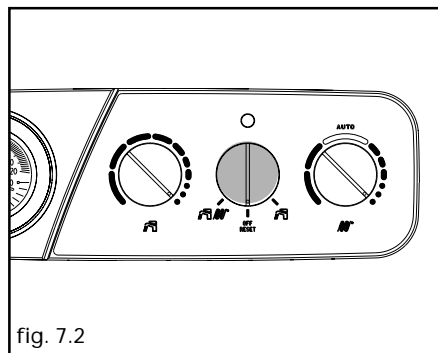
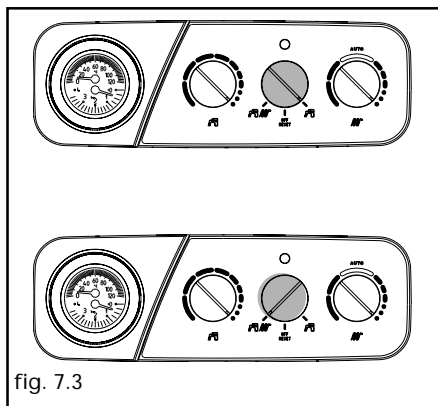

fig. 7.2
fig. 7.3
Per riattivare il funzionamento posizionare il selettore di funzione su off-reset (fig. 7.2) e riportarlo quindi nella posizione desiderata: estate o inverno (fig. 7.3).
- Posizionare il selettore di funzione su off-reset (fig. 7.2) e riportarlo quindi nella posizione desiderata: estate o inverno (fig. 7.3).